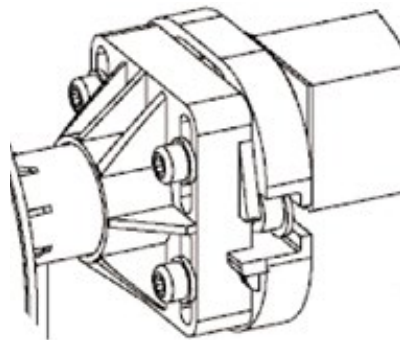

Figure 41 – Montage de l'axe sur le support de palier
Posez l'axe de couverture automatique sur la bride de support de palier (*Figure 41*).
Procédez alors à la mise à niveau de l'axe : à l'aide d'un niveau posé sur l'axe de couverture, réglez la position du palier dans son support si nécessaire, par l'intermédiaire des quatre vis reliant le palier à la bride de support de palier (voir Figure 41). Lorsque l'axe est horizontal, bloquez ces quatre vis.
Montez les deux équerres de support de parois de séparation (12) sur les platines (5) par le biais de quatre écrous (14) et quatre rondelles (13) de diamètre 8 mm en inox A4. Veillez à ce que les avancées sur lesquelles sont présents les trous oblongs sur les équerres (12) soient situées du côté opposé au skimmer et à l'axe de couverture automatique (voir zoom sur les équerres de support de parois de séparation (12) à la Figure 41).